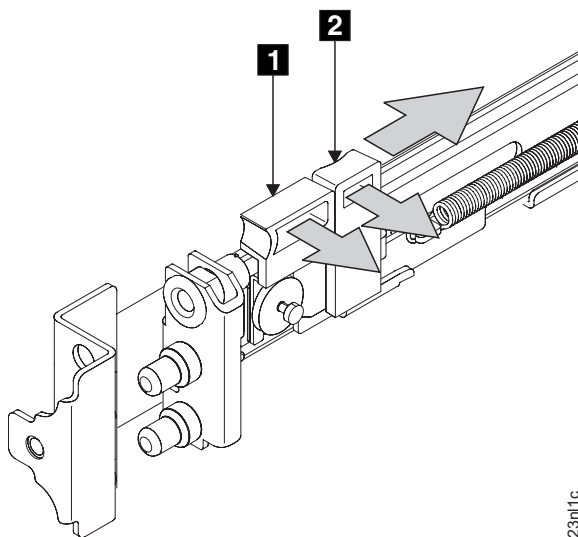

図 121. 前部ラッチ・ロック・キャリア・アセンブリーを開く
3. ラッチ・レバー **1** をレール (図 121) の終端の方向に移動しながら、ラッチ・ロック **2** をレールから離れる方向に静かに押します。ラッチ・ロック・キャリア・アセンブリーが、ばねの強度でスライドします。